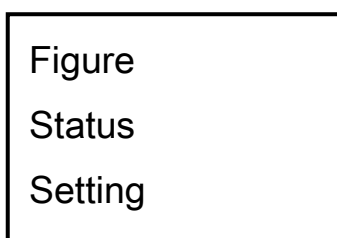

Fig.3 : main menu
- 2) Pulse cualquier botón, el estado del interface aparece como la figura 2, luego presione hacia adelante o el botón, el interface del menú principal aparecerá como la Fig.3: